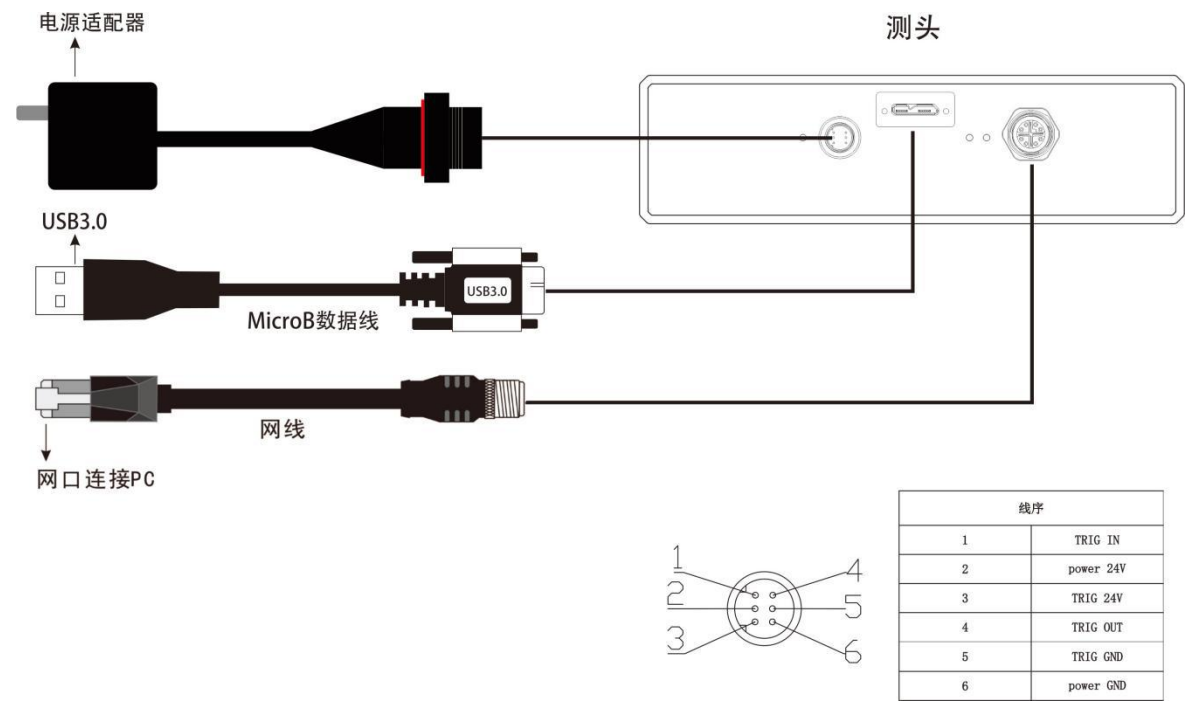

图2 3D 相机外部接线示意图（注意：USB3.0 是选配接口）
- (1) 支持直流电源供电和 IEEE 802.3af 标准 POE 供电；可选用其中任意一种方式。
- (2) 3D 相机电源线端的输入电源为 DC 24V；（见图 2）
- (3) TRIG GND 和 GND 必须分开接，不可合并输入；
- (4) 2 和 3 都是 24V 输入，建议两根线合并输入。
- (1) TRIG IN 为 9V ~ 24V：方波，脉冲宽度为 1ms ~ 3ms，上升沿有效；（见图 2）
- (2) TRIG OUT 为 24V；方波，脉冲宽度为 2ms；
- (3) 外部触发输入尽量做屏蔽，避免干扰导致误触发；
- (4) 触发脉冲速率应小于等于 3D 相机帧率。